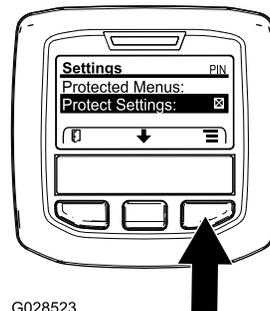

Рисунок 42
1. Перейдите в защищенное меню и разблокируйте подменю защищенных настроек (Рисунок 42); см. раздел Доступ к защищенным меню \(страница 26\).